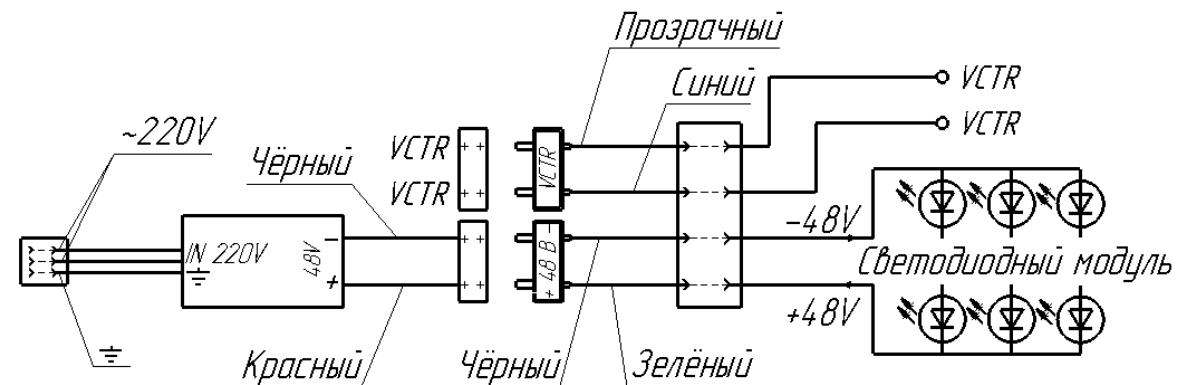

Рисунок 3 - Схема подключения светильников ДВУ25-24x1,2-002
5.3 При необходимости диммирования светильника необходимо: пропустить через сальниковый ввод AG16 поз.7, находящийся на корпусе поз.2 (рисунок 1) кабель управления диаметром 5-10 мм, который будет обеспечивать прямоугольные импульсы амплитудой 5 В с частотой 1 кГц и скважностью 2. Жилы кабеля управления подключить к клеммной колодке-разъёму с маркировкой «VCTR» согласно схемы электрических соединений (рисунок 3). Затянуть гайку сальника AG16 с усилием обеспечивающим герметичность.